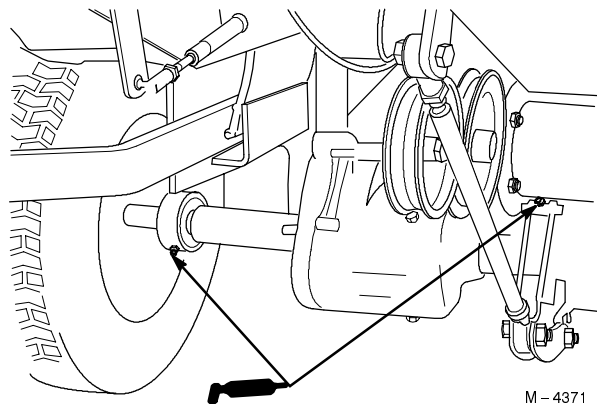

Bild 25
3. Schmieren Sie die Achslager (Bild 25).